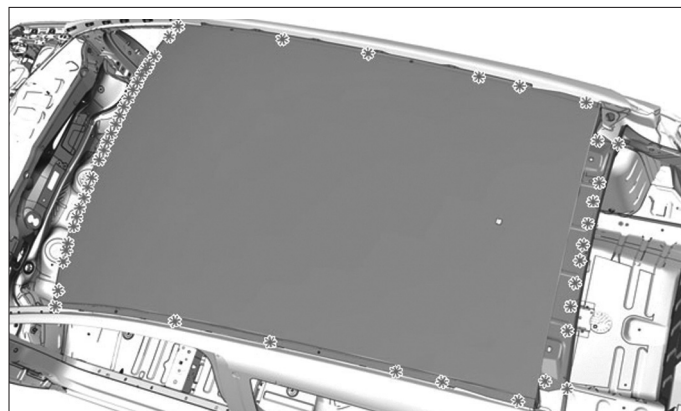

FIG. 125
- Fraiser les points de soudure (Fig.125).